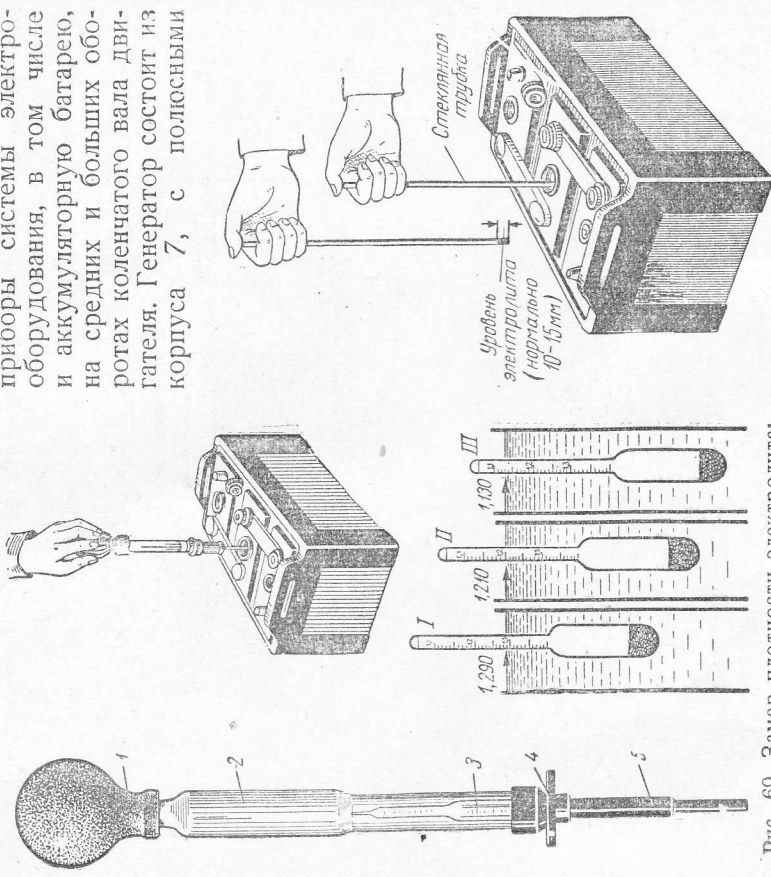

Рис. 69. Замер плотности электролита:
2. Кислотомер (рис. 69) — прибор для замера плотности электролита. При помощи резиновой груши 1 в резервуар 2 электролита засасывается электролит. Внутри резервуара находится ареометр 3, который показывает удельный вес электролита. Величина его должна быть летом 1,27 г/см3, зимой — 1,285 г/см3. Различия плотности в отдельных аккумуляторах, составляющих батарею, не должно превышать 0,01 г/см3.